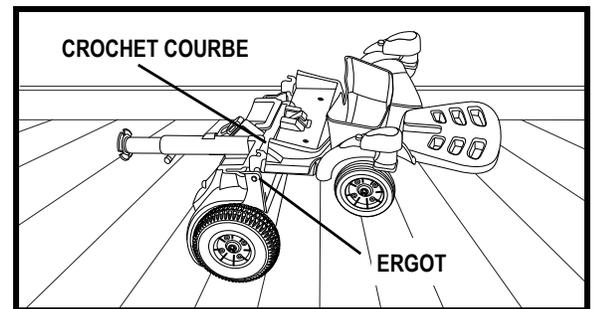

Figure 14. Alignez les sections
2. Tenez le devant de la section parallèle au plancher, alignez les crochets courbés de la section avant avec les ergots de la section arrière. **Voir la figure 14.**